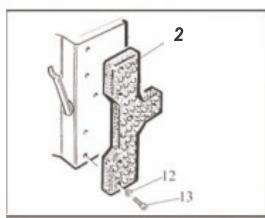

Рисунок 9/А
- Присоедините воздушную магистраль компрессора к штуцеру стендса (Рис. 9/б).
- Нажмите на педаль отжимной лопатки, чтобы выдвинуть шток цилиндра (Рис. 9/с):